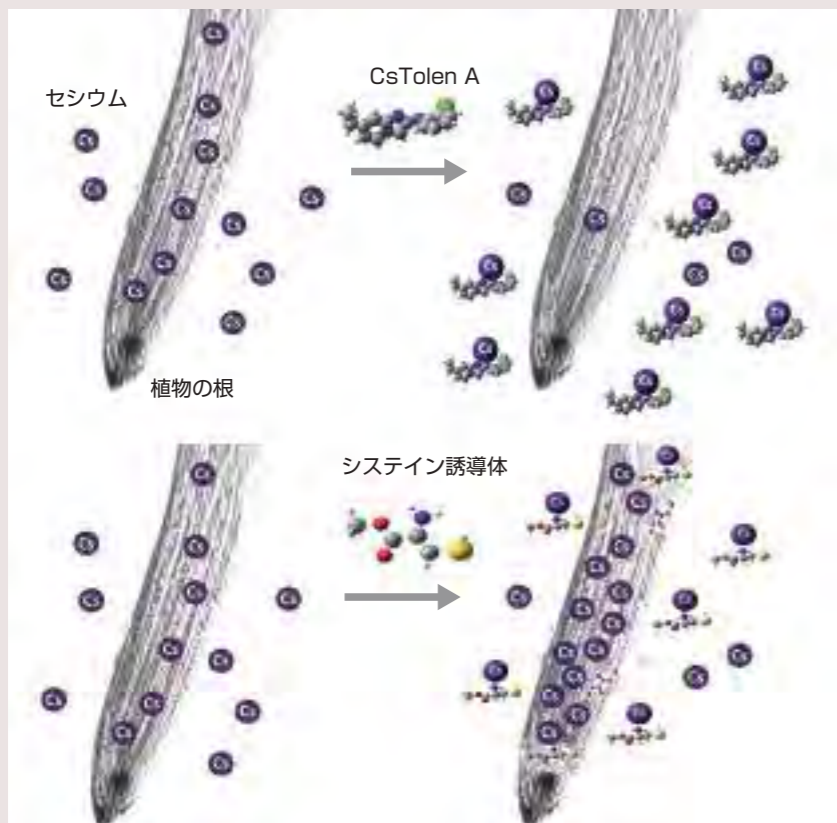

図1 セシウムの取り込みを抑制するCsTolen Aと、吸収・蓄積を促進するシステイン誘導体
クモの糸タンパク質は、硬い結晶領域(βシート)と、柔らかい非結晶領域が交互につながった構造をしている。クモの内臓でつくられたクモの糸タンパク質は、丸まって粒子となる(図1-①)。